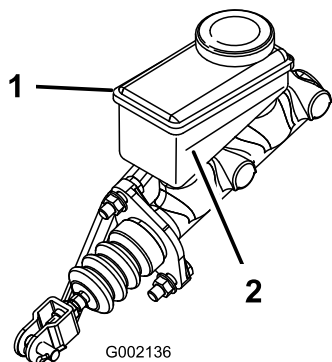

図 43
3. タンクを側面から見てオイルの量を確認する。最低ライン（図 43）まであればよい。不足であれば、キャップの周辺をきれいに拭き、キャップを取り、最低ラインを越えるまで補給する。入れすぎないこと。